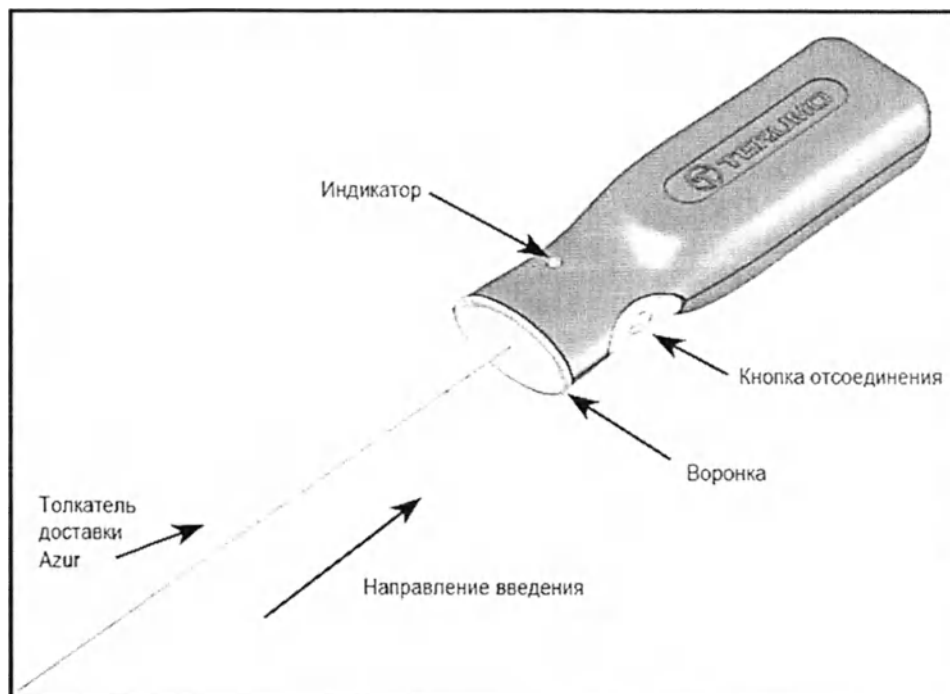

Рисунок 2 – Контроллер отсоединения Azur
См. Рисунок 2. **Не нажимайте кнопку отсоединения в данный момент.**
35. Подключите проксимальный конец толкателя доставки к контроллеру отсоединения Azur, плотно вставив проксимальный конец толкателя доставки в воронкообразную часть контроллера отсоединения Azur. См. рисунок 2.